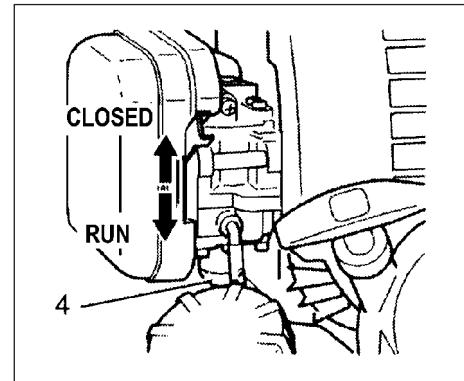

Fig. 2-3
(Fig. 2-3)
2. Coloque a alavanca do ar na posição CLOSED (fechado). (Fig. 2-3)
4. Quando sentir que o motor está pronto para arrancar, volte a colocar a alavanca do ar na posição RUN (aberto). Volte a puxar então com força do cabo de arranque. (Fig. 2-3)